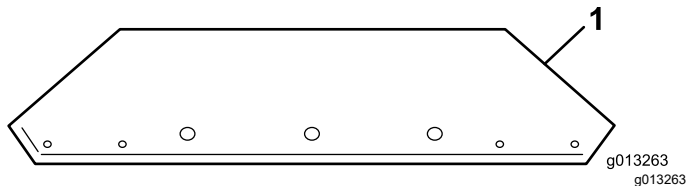
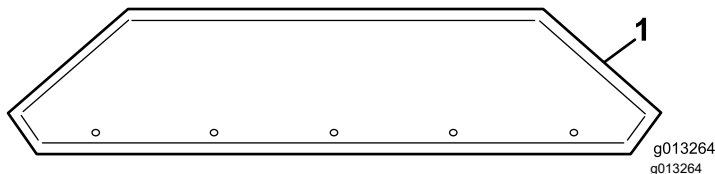

Figure 13
Figure 14
- Sortez les extensions de la trémie de la caisse d'expédition et identifiez l'avant et l'arrière (Figure 13 et Figure 14).